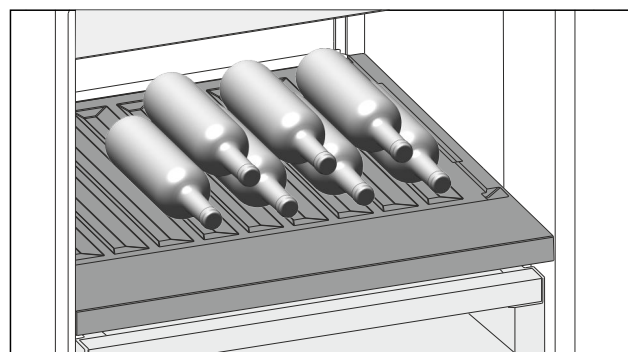

Fig. 158
- Placer les bouteilles avec le fond orienté vers la paroi arrière de l'appareil. (voir Fig. 158)